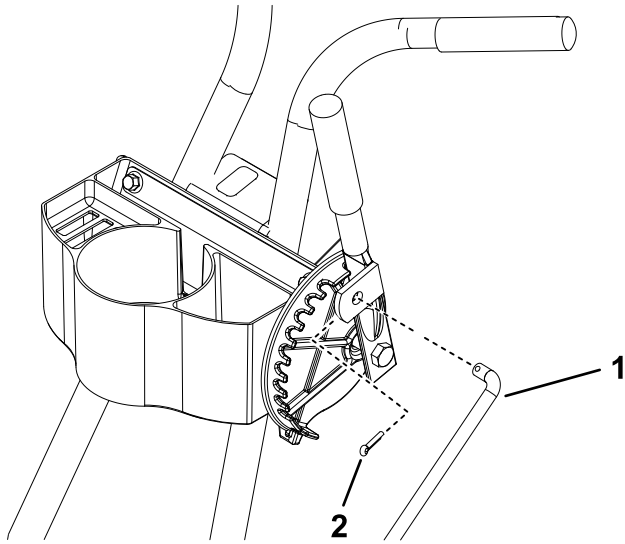
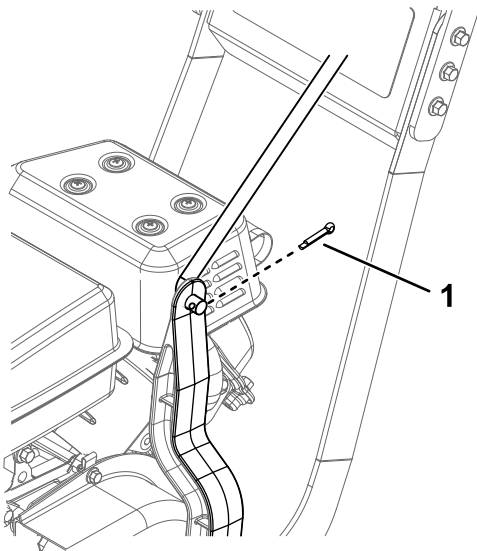

Figura 8
Figura 9
7. Instale la varilla de control en la palanca de control de la cuchilla y el brazo de control, como se muestra en la Figura 8 y la Figura 9.